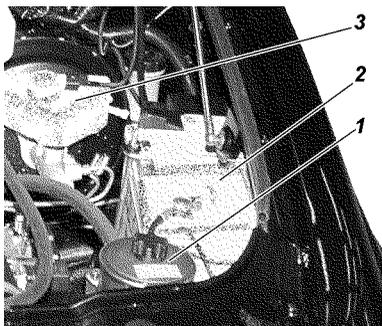

Рис. 9.31. Подкапотное пространство (фрагмент):
**Проверка уровня и смена масла гидроусилителя.** При проверке уровня масла в масляном баке 1 (рис. 9.31) передние колеса должны быть установлены прямо. Масло доливайте до уровня сетки заливного фильтра масляного бака или выше ее не более чем на 5 мм. Масло должно быть предварительно отфильтровано через фильтр с тонкостью фильтрации не более 40 мкм.
Уровень тормозной жидкости в бачке 3 (см. рис. 9.31) проверяется визуально по меткам, нанесенным на корпусе